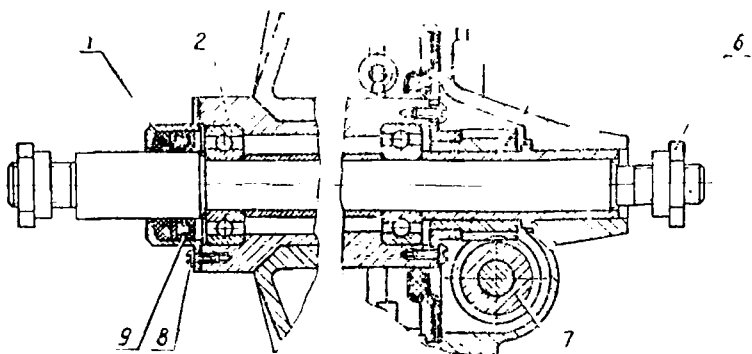

Рис. 26. Разрез ступицы переднего колеса.
- отверните гайку 6 (см. рис. 26);